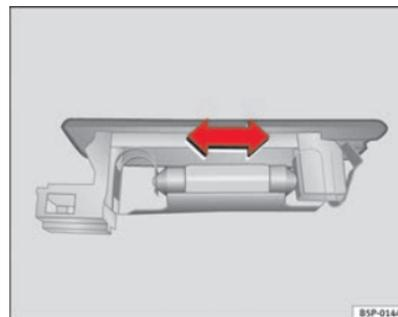

Abb. 191 Gepäckraumbeleuchtung
- Die Lampe zur Seite drücken und aus ihrer Halterung herausnehmen ⇒ Seite 278, Abb. 191. ■